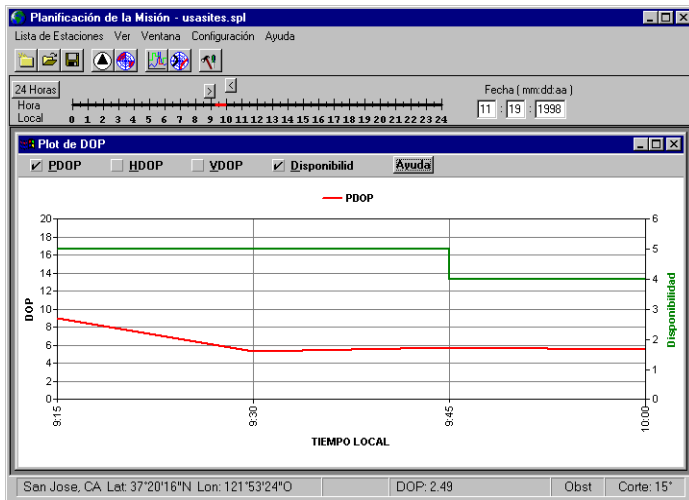

Figura 10.5. Acercamiento del Gráfico DOP
En nuestro ejemplo, vemos que hay dos períodos donde el PDOP es 5 o mayor. Veamos de cerca el período de una hora 09:15 a 10:00. para hacer esto, mueva los botones > y < sobre la Barra de Tiempo, de manera que sólo el tramo entre 09:15 y 10:00 está en rojo. Haga click en desplegar ventana, para que aparezca la Figura 10.5.
- Finalmente haga click en el botón **Finalizar Obstrucción** para completar la obstrucción y desplegarla como área achurada (Figura 10.5).